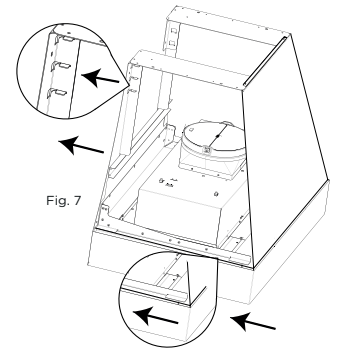

Fig. 7
- Soulevez le Torino jusqu'à la hauteur de la hotte et faites-le glisser vers le mur. (Fig. 7)
NOTE: Veillez à ce que la bride du Torino s'insère dans la rainure du support horizontal (Fig. 7).